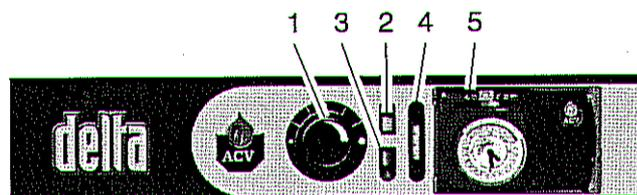

Fig. 17: Tableau de commande
5.3.7 TABLEAU DE COMMANDE (FIG. 17)